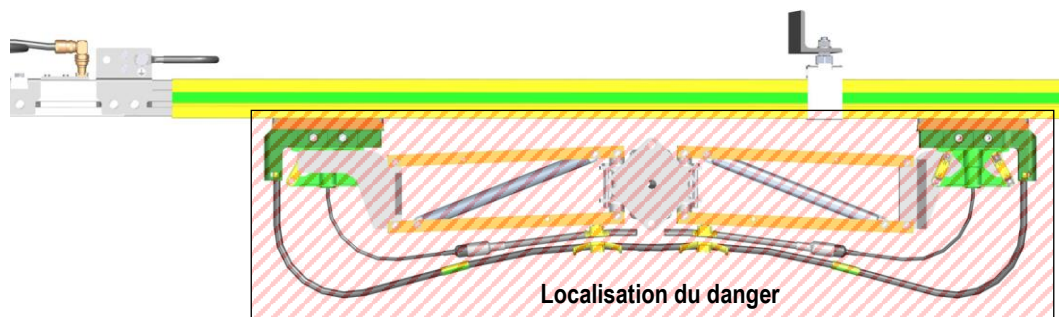

Fig. 1 : Croquis de la zone de danger au niveau du collecteur de courant
- Tenir compte de la force du ressort lors de tous les travaux réalisés sur le collecteur de courant. Ne pas s'intercaler entre les profils et les collecteurs de courant (voir Fig. 1).